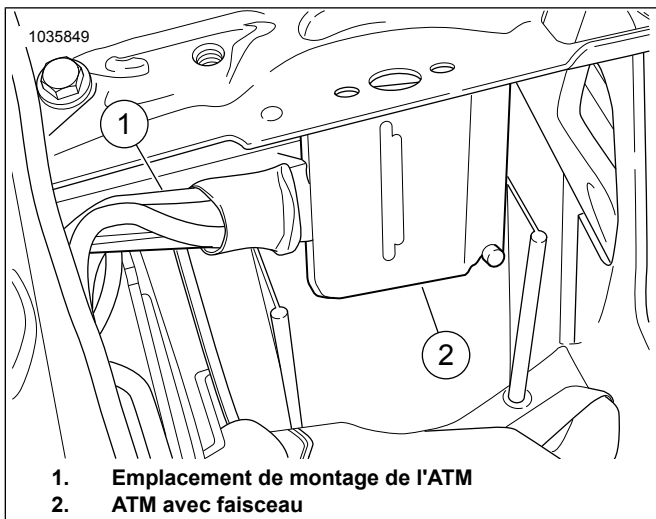

Figure 14. Emplacement de montage de l'ATM
13. Voir Figure 14. Nettoyer la surface de montage avec un tampon imbibé d'alcool. Retirer la doublure du support adhésif et installer le ruban Dual Lock sur l'ATM. Retirer la doublure du support adhésif du ruban Dual Lock et poser l'ATM (1) à l'arrière du compartiment de batterie.